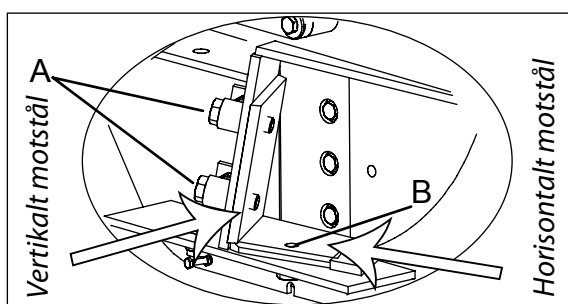

Fig. 25 Motstålets festeskruer
Flisfoggeren har både horisontale og vertikale motstål. Løsne skruene (A) og (B) (M16) for å demontere motstålene. Festeskruen for det horisontale motstålet er å finne under materåpningen. Fig. 25